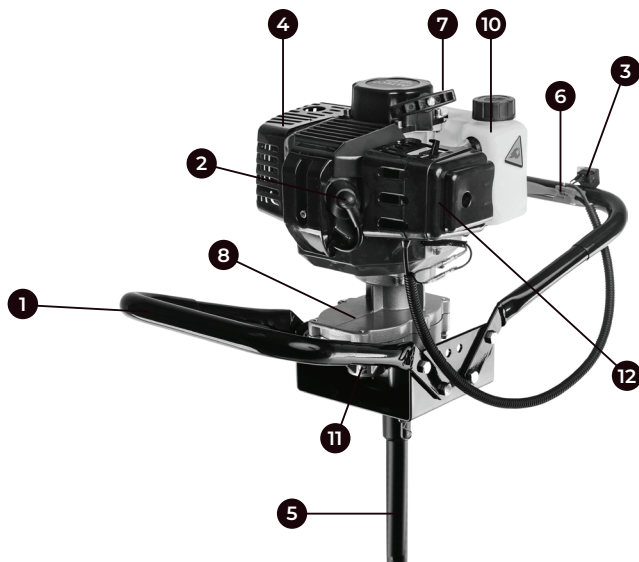

Рисунок 1
Расположение основных узлов и органов управления мотобура представлено на Рис. 1.
5. Выключатель зажигания (3) установите в положение «ON» Рис.1. Нажмите на курок газа (6) (Рис.1).
2. Выключатель зажигания установите в положение «OFF» (Рис. 1).
2. Дайте двигателю поработать без нагрузки в течение 60-90 секунд, затем заглушите двигатель, установив выключатель зажигания (3) в положение «OFF» (Рис.1).